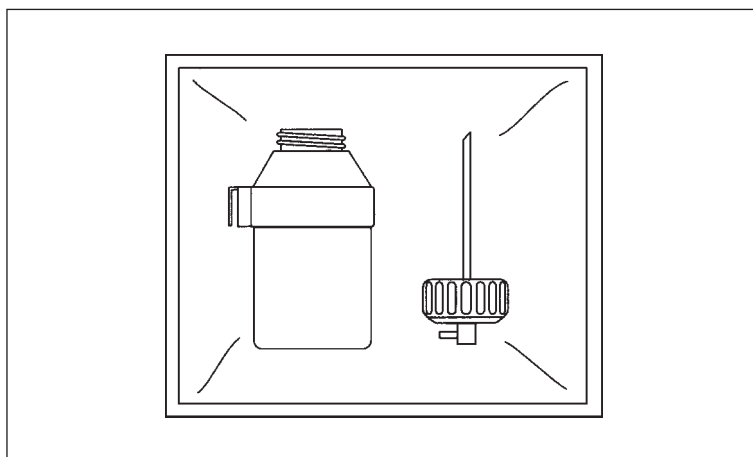

Рис. 6.13
1. Снимите Крышку с Резервуара и по отдельности вложите их в упаковку, упаковку герметизируйте, как это показано на рис. 6.13, после чего поместите в автоклав. Рекомендованные условия автоклавирования приведены в разделе 6.2 “Методы обработки, совместимые с данным оборудованием, и используемые химические средства”.